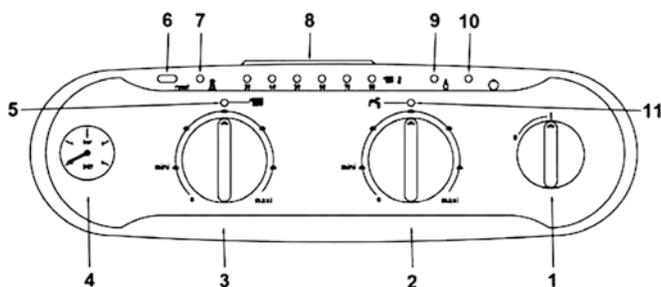
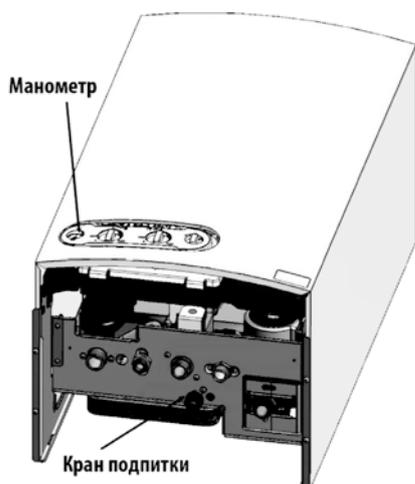

Рис. 1. Панель управления.
Рис. 7. Кран для заполнения водой системы отопления.
Для активации режима необходимо повернуть ручку регулировки температуры ОВ на положительную величину. После этого лампочка индикации режима отопления должна загореться. Во время нагрева системы отопления на панели блока управления должна отображаться фактическая температура (поз. 8 – рис. 1). Регулировка осуществляется в пределах от 35-85°C
Для отображения неисправностей в работе котла панель управления снабжена световыми диодами (поз. 8 - Рис. 1). Каждой неисправности соответствует своя последовательность горящих/моргающих диодов. Расшифровка последовательностей приведена в разделе 6.1.
Для включения котла поверните переключатель ВКЛ / ВЫКЛ (поз. 1 - рис. 1) в положение (I)
С помощью ручки регулировки температуры в системе отопления (поз. 2 – рис. 1) установите необходимую температуру теплоносителя от 35 до 85 °С.
С помощью ручки регулировки температуры горячей воды (поз. 3 – рис. 1) установите необходимую температуру горячей воды от 30 до 60 °С.
Давление в системе отопления, измеряемое манометром котла (поз. 4 – рис. 1), должно составлять 1,3-1,5 бар. Если во время работы котла давление в системе упадет до величины ниже минимально допустимой, котел будет остановлен и индикация неисправности (поз. 8 рис.1) высветит ошибку 13 (см. табл. 5). С помощью крана подпитки воды (рис. 7) доведите давление до первоначального значения 1,3-1,5 бар. По окончании операции всегда закрывайте кран подпитки системы отопления.